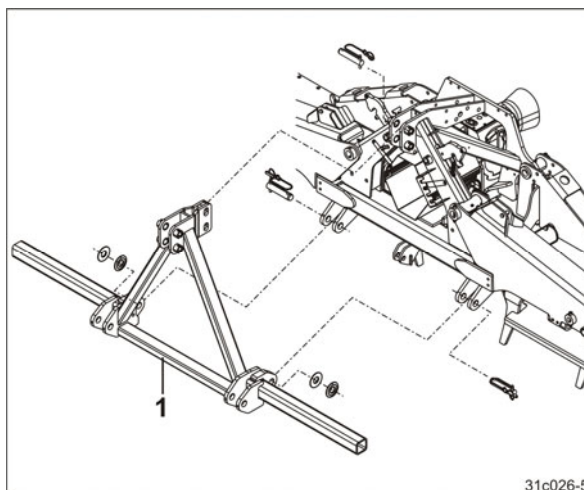

Fig. 71
5. Den Dreipunkt-Verlängerungsrahmen (Option, Fig. 71/1) in einen Kran einhängen und am Kreiselgrubber abstecken.